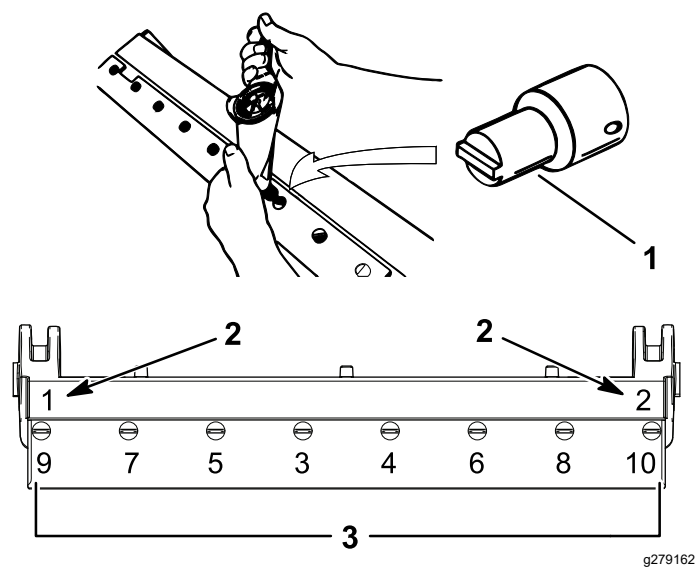

図 40
4. 外側の 2 本のねじを 1 N·m 1.15 kg·m = 10 in·lb にトルク締めする 図 40 を参照。
5. ベッドナイフの中央から作業し、ネジを 2328 N·m (2.53.0kgm) のトルクで締める。 図 40 を参照方。